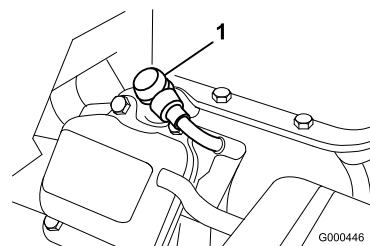

Figura 24
- Retire o cabo da vela moldado (Figura 24).